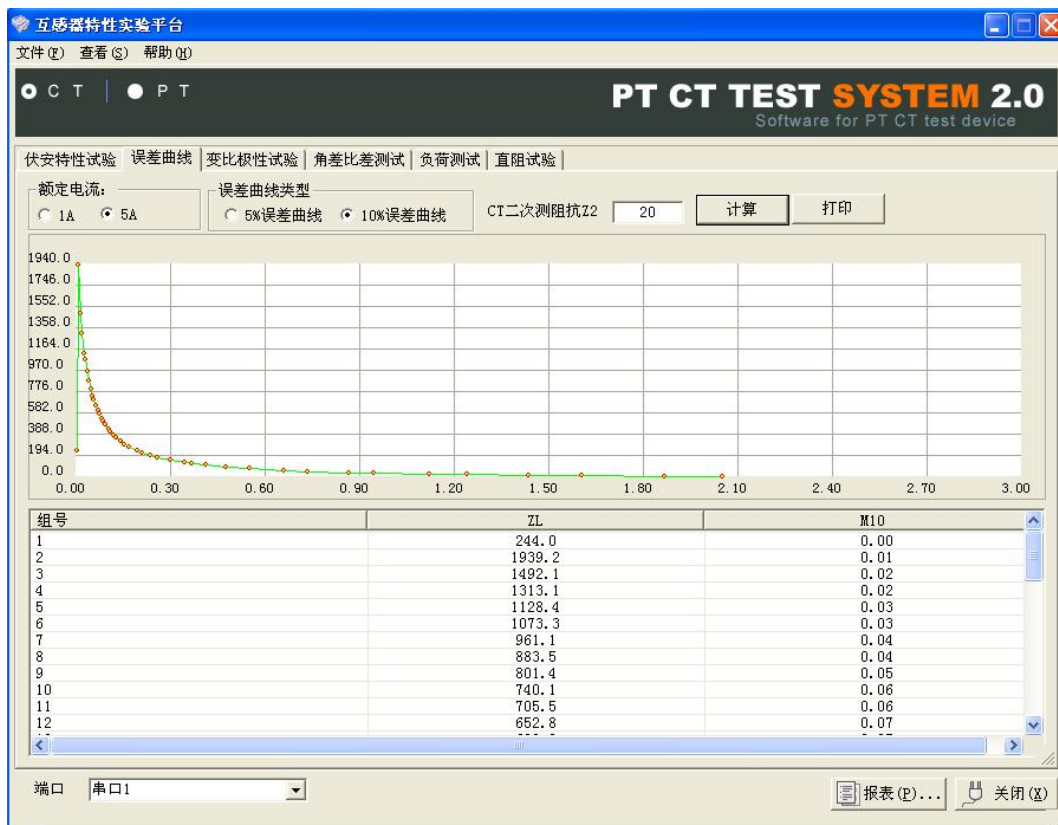
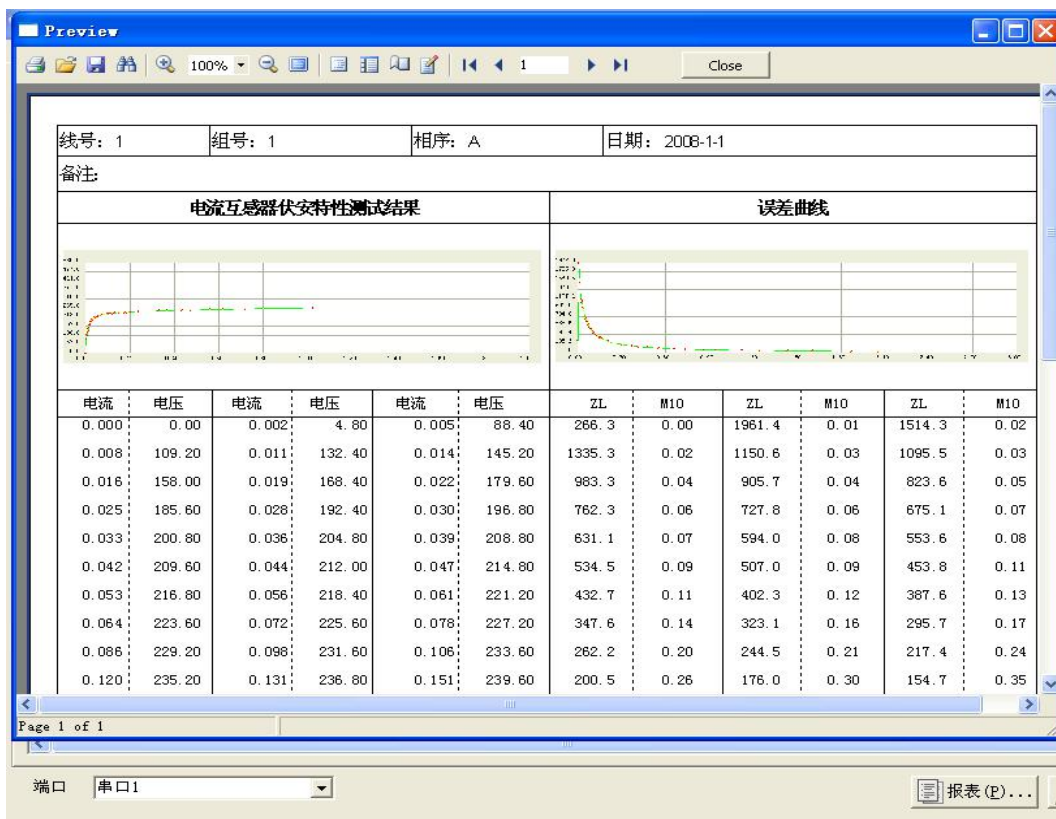

图 22
图 23
- 7.6 查看误差曲线，选择“误差曲线”，进入菜单后，根据 CT 参数选择额定电流，误差曲线类型和二次阻抗。如图 22 为误差曲线和数据。点击打印即可将伏安特性和误差曲线一同打印，如图 23。